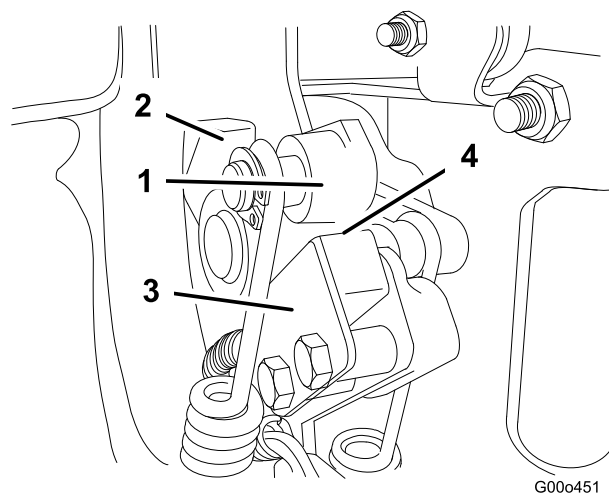

Figure 26
2. Engagez le levier de commande de déplacement jusqu'à ce qu'il touche la butée de point mort (Figure 26).
3. Desserrez les fixations du contacteur de sécurité (Figure 26).
4. Placez une cale de 0,81 mm entre le levier de commande de déplacement et le contacteur de sécurité (Figure 26).